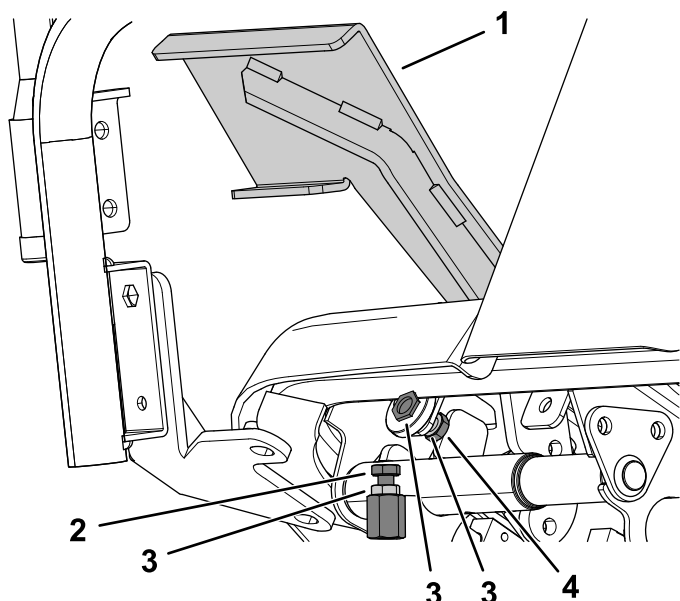

Figura 96
1. Deplasați maneta de traciune complet în față (Figura 96).
- A. Folosind o cheie, susineți opritorul pedalei de traciune pentru deplasare în față i slăbiți contrapiulița din partea din spate a suportului (Figura 96).
- B. Deplasați pedala de traciune în poziția dorită (Figura 96).
- C. Reglați contrapiulița din spate a suportului până când opritorul pedalei de traciune atinge pedala de traciune (Figura 96).